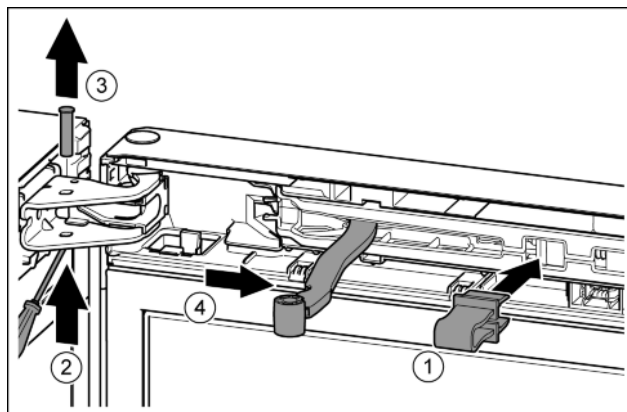

Fig. 12
- ▶ Introduire l'arrêttoir dans l'ouverture. Fig. 12 (1)
- ▶ Desserrer le boulon avec un tournevis. Fig. 12 (2)
- ▶ Sortir le boulon par le haut. Fig. 12 (3)
- ▶ Tourner l'articulation en direction de la porte. Fig. 12 (4)